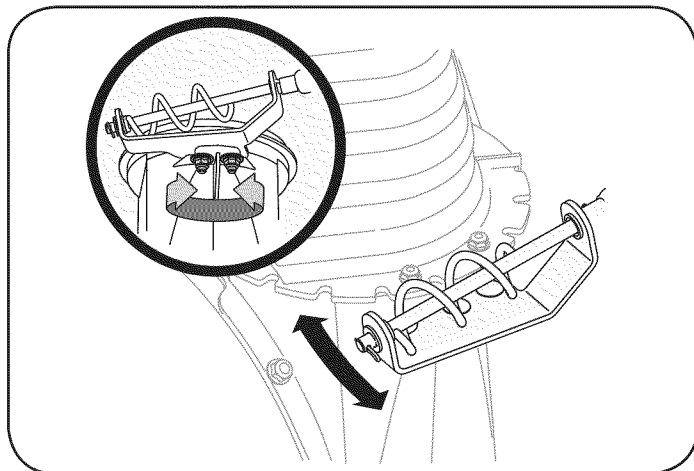

Figura 26
1. Si toda la gama de velocidades (adelante y atrás) no se puede lograr, se refieren a la Figura 26 y ajustar el cambio de cable de la siguiente manera: